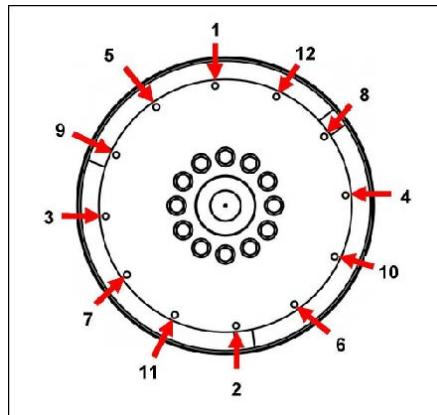

図 20. 固定手順
10. アライメント ダウエルを取り外します。肉厚ワッシャーをヘッドの下で使用して、カップリング ボルトを取り付けます。表示の順番で、ボルトを締め付けて、カップリング ディスクをフライホイールに固定します 図 20 ページ 39。